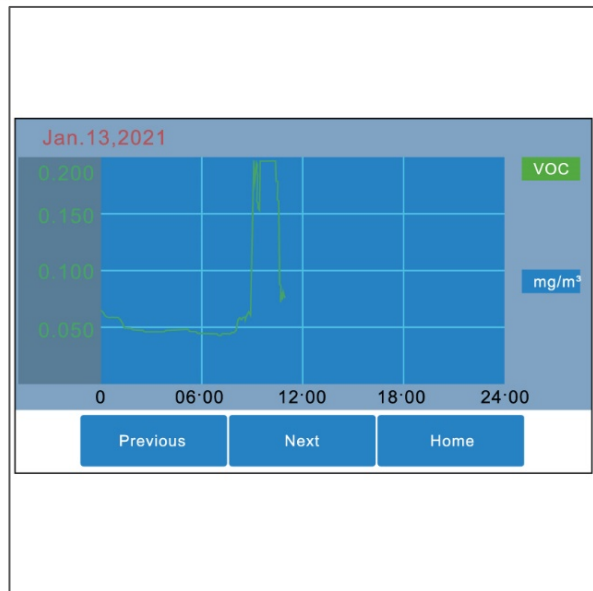

Figura 11
2. Si apre la panoramica COV (Figura 11).